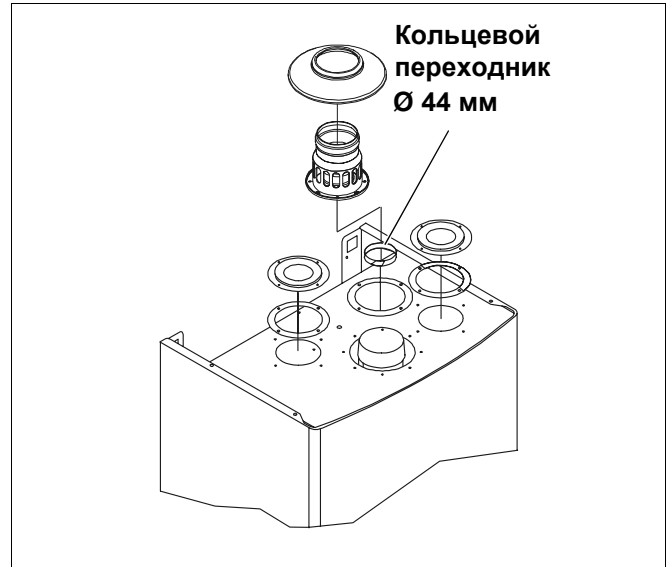

Рис. 14 Монтаж кольцевого переходника и адаптера
- Для дымохода диаметром 80 мм и длиной от 0,5 м до 4 м нужно устанавливать кольцевой переходник диаметром 44 мм в адаптер на выходе из вентилятора (рис. 14). Этот кольцевой переходник поставляется упакованным в одну пленку вместе с водонагревателем.